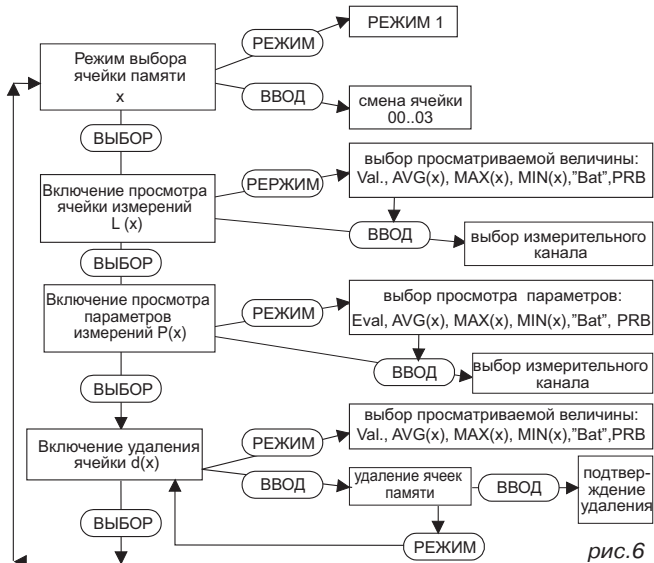

рис.6
Вход в режим 7 осуществляется из режима 6 нажатием на кнопку РЕЖИМ. На экране режим 7 отображается индикацией HOLD LOG. Блок-схема последовательности работы в данном режиме приведена на рис. 6.
2.3.2.2 Подрежим занесения в память прибора Алгоритм занесения значений в память прибора приведен на рис. 6